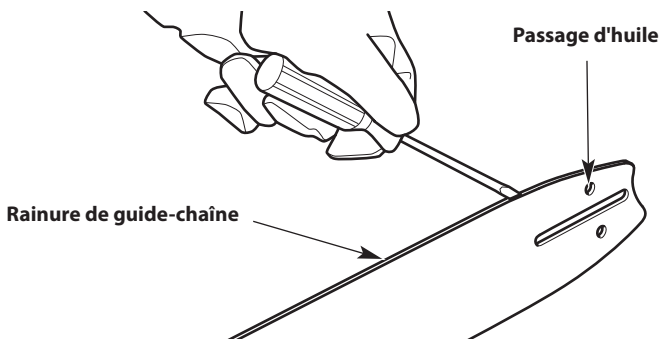
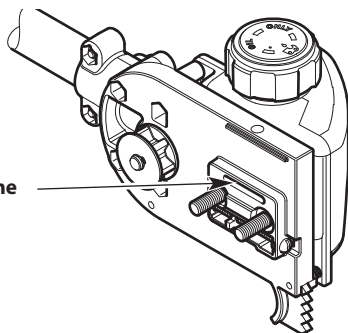

Fig. 23
Fig. 24
2. Nettoyez la rainure de la tige de guidage et les passages d'huile chaque fois que la chaîne est enlevée, lorsque l'appareil a été largement utilisé ou lorsque la chaîne semble sale. Utilisez un tournevis, un couteau à mastic, une brosse d'acier ou un instrument similaire pour enlever les débris de la rainure de la tige de guidage (Fig. 23). Utilisez un petit fil souple pour enlever les débris du trou d'évacuation d'huile de la chaîne (Fig. 24).